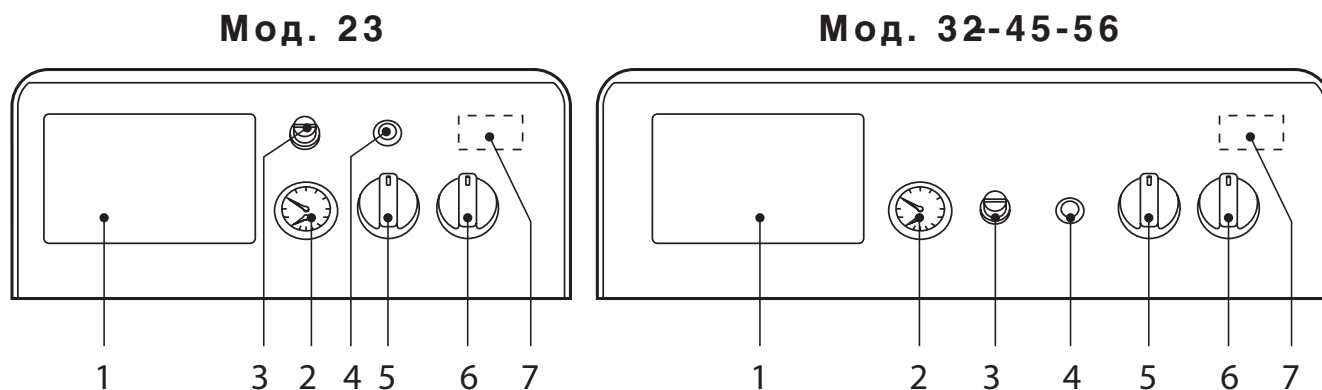

Рис. 1
- ♦ Поверните переключатель котла "6" в положение 1 (Рис. 1).
- ♦ Если на котле установлен электронный термостатический контроллер (поз.1 Рис. 1), пользователь должен учесть инструкции его изготовителя.
Поверните ручку 5 (Рис. 1) по часовой стрелке для увеличения температуры воды в системе, для ее снижения поверните ручку против часовой стрелки. Температура может изменяться в пределах от 30°C до 90°C. Рекомендуется эксплуатировать котел при температуре не ниже 45°C.
Установите желаемую температуру, используя термостат помещения. Котел, управляемый термостатом помещения, запускается и подает в систему отопления воду с температурой, установленной регулировочным термостатом котла 5 (Рис. 1). При достижении заданной температуры в помещении, котел прекращает работать.
Давление холодной воды в заполненной системе должно составлять 1 бар (давление показывает манометр котла, деталь 2, Рис. 1). В случае снижения давления в системе (вызванного испарением газов, растворенных в воде), пользователь должен повысить его, осуществив подпитку системы, используя наполнительный кран. После окончания операции подпитки, всегда закрывайте кран.